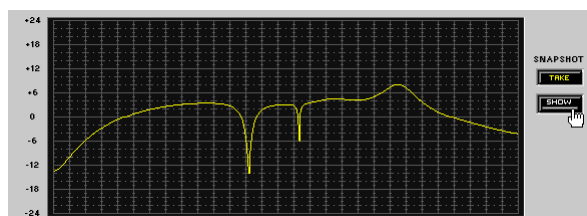

FIGURE 5-4 : Masquage de l'instantané
4. Cliquer à nouveau sur le bouton [SHOW] pour désactiver et réactiver l'instantané, comme illustré sur la droite à la figure 5-4.